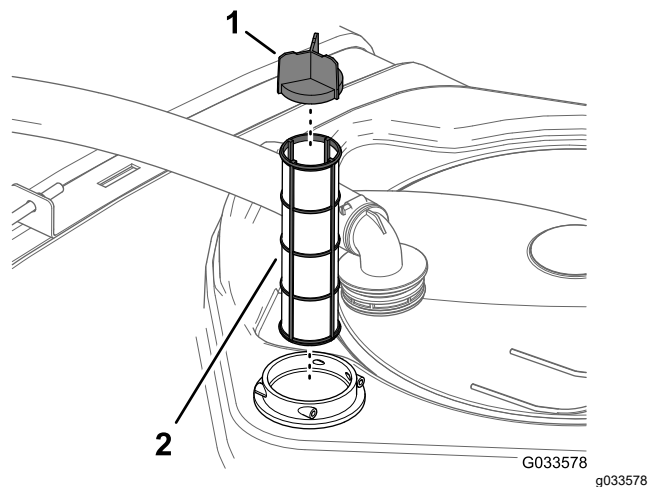

Figura 105
4. Îndepărtați filtrul de aspirație vechi din carcasa filtrului din rezervor (Figura 105).